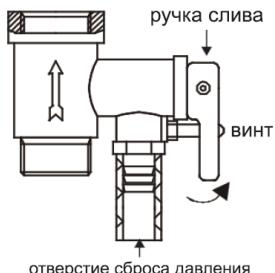

Рисунок 5
4. На входной патрубок, обозначенный голубым цветом и стрелкой направления течения воды, накрутите предохранительный клапан так, чтобы течение воды совпадало с направлением стрелки на корпусе клапана. На отверстие сброса давления предохранительного клапана (см. рисунок 5) оденьте дренажную трубку* для отвода воды (возможно появление при нагревании) в канализацию (трубку необходимо направить строго вниз, и запрещено перегибать её).
6. Чтобы слить воду из внутреннего резервуара необходимо, воспользоваться предохранительным клапаном: открутить винт ручки слива предохранительного клапана и перевести ручку слива в верхнее положение, при этом кран выхода горячей воды должен быть открыт, а кран подачи холодной воды в водонагреватель должен быть перекрыт (см. рисунок 5). Из отверстия сброса давления предохранительного клапана потечет вода. Никогда не сливайте воду, если ее температура выше 50°C, т. к. это может привести к ожогам.